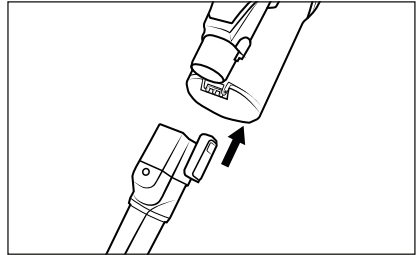

Abb. 14
- ◆ Schieben Sie das Zubehör auf das Saugrohr **24** oder auf die Saugöffnung des Gerätes, bis es mit einem Klickgeräusch einrastet (siehe Abb. 14). Achten Sie dabei auf die richtige Position der Verriegelung.